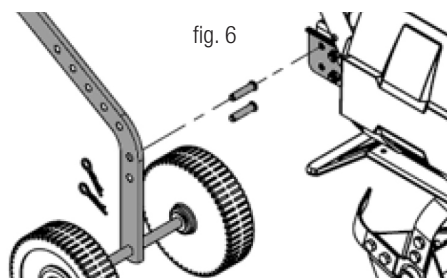

fig. 6
1. Monte as rodas de apoio com a cupilha e a cupilha. fig. 6.